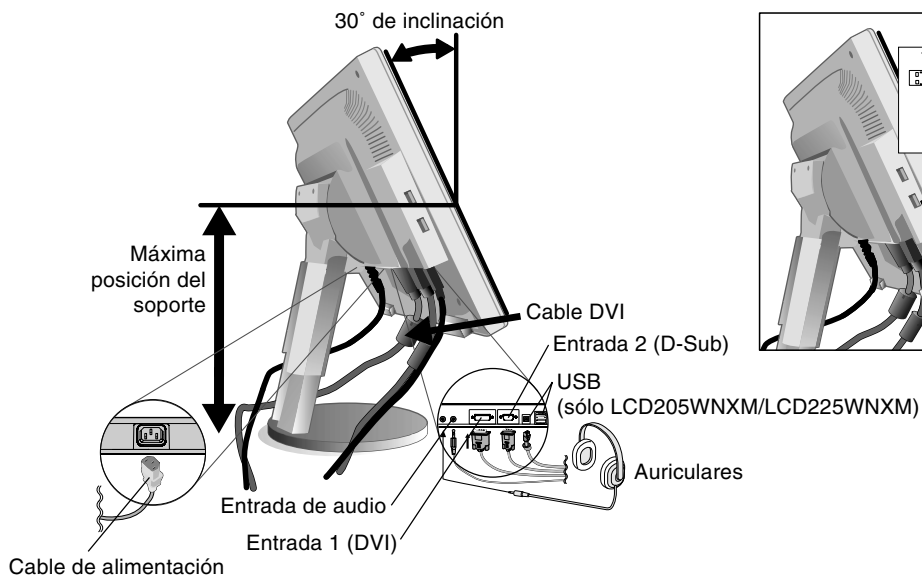

Figura B.1
3. Coloque una mano a cada lado del monitor para inclinar el panel LCD 30 grados y levántelo hasta alcanzar la posición más alta (**figura B.1**).
4. Conecte todos los cables al conector apropiado de la parte posterior del monitor (**figura B.1**). Con el cable USB, conecte el conector del tipo B al puerto USB de upstream en la parte baja del monitor y el conector del tipo A al puerto de downstream del ordenador (**figura C.1**). Si puede usar el cable del dispositivo USB, utilice uno de los puertos de downstream situados a un lado o en la parte inferior del monitor. Conecte los auriculares (no incluidos) al conector apropiado de la parte trasera del monitor, si lo desea (**figura B.1**).